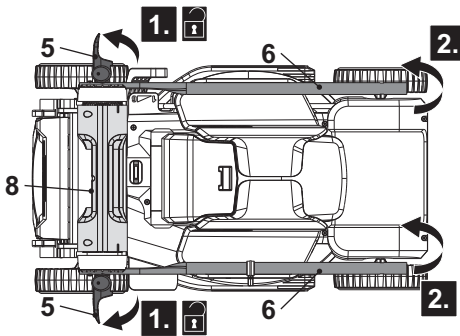

Fig. 1
1. Dépliez et dévissez les leviers de verrouillage (5) dans le sens anti-horaire sur les barres de guidon inférieures (6), mais ne les retirez pas (Fig. 1, étape 1).
2. Saisissez les barres de guidon inférieures (6) et dépliez-les de leur position de rangement en position de fonctionnement (Fig. 1, étape 2).